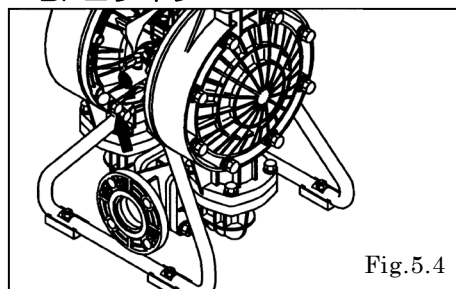

Fig.5.4
- スタンドボディ取付ボルト 8 か所（NDP-H40 は 4 か所）を外し、スタンドボディを取り外す。〔Fig.5.4〕